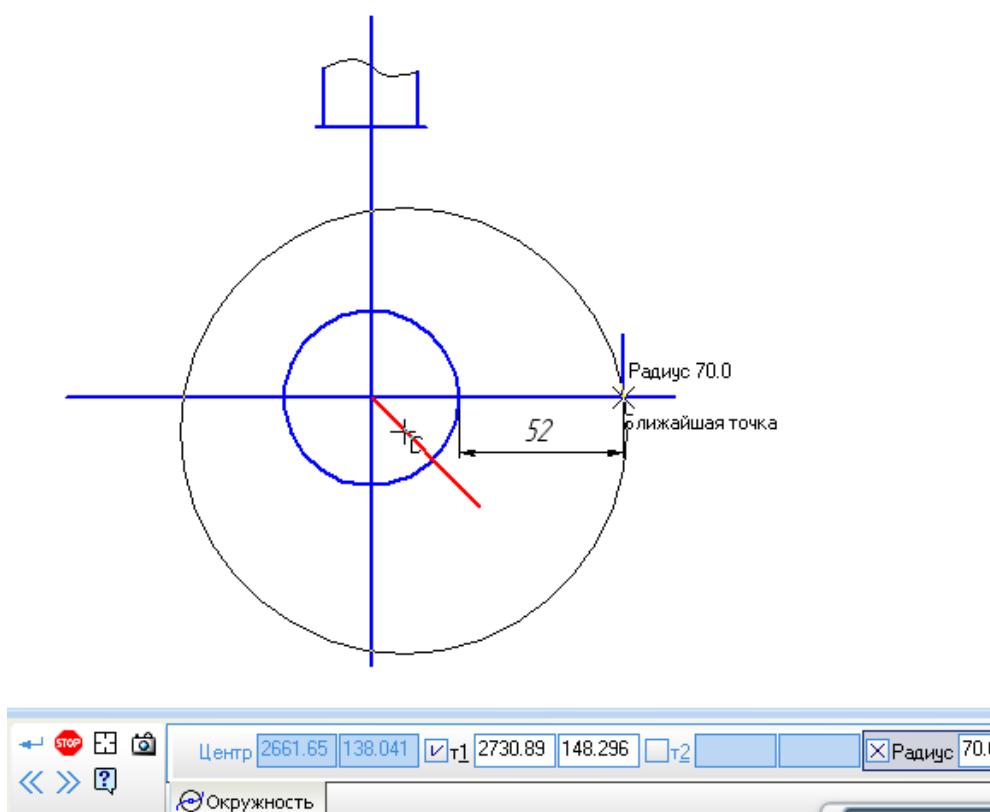

Рис. 3.16. Построение окружности радиусом 70 мм
3. Окружность радиусом 70 мм должна проходить через вышепостроенную отметку, а ее центр должен находиться на наклонном в 45° отрезке. Поэтому используем команду построения окружности «Окружность с центром на объекте», при этом вначале указываем наклонный в 45° отрезок в качестве объекта, на котором будет находиться центр окружности, затем введем в панели свойств радиус окружности 70 мм и укажем точку на построенной вспомогательной линии (рис. 3.16).